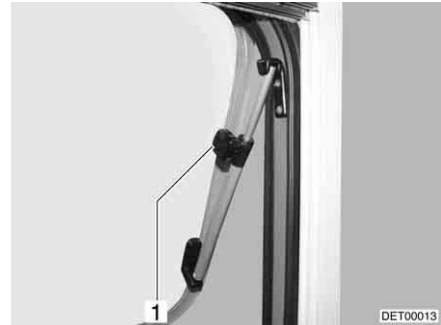

Bild 48 Ausstellfenster mit Dreh-Ausstellern, geöffnet
- Ausstellfenster bis zur gewünschten Stellung öffnen und mit Rändelknopf (Bild 48,1) feststellen.
- Rändelknopf (Bild 48,1) drehen, bis Arretierung freigegeben wird.